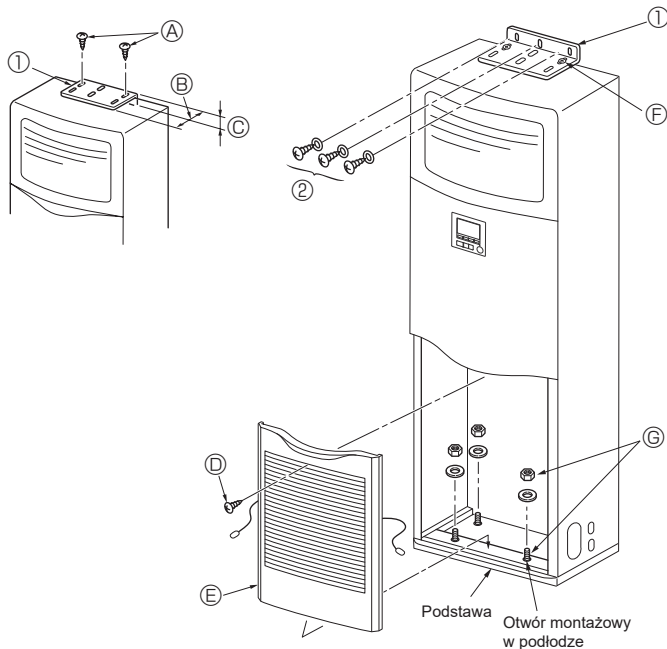

Fig. 3-2
3.2. Wspornik zapobiegający przewróceniu (Fig. 3-2)